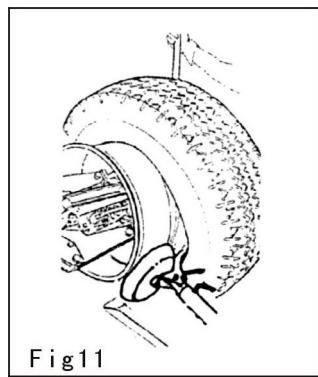

Fig 11
7). Tournez la roue dans le sens inverse des aiguilles d'une montre jusqu'à ce que le bord du pneu se détache complètement de la jante (**Fig. 11**).